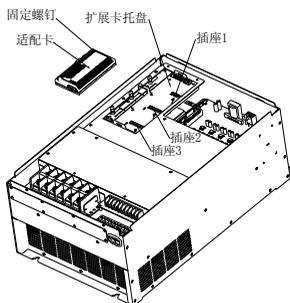

图 4-3
- ① 将适配卡按如图 4-3 所示方向水平放置，使卡上的插座对准扩展卡托盘上的插座 3，下压直至适配卡紧贴托盘并听到“嗒”的响声；
- ② 将适配卡左上角的 M3 固定螺钉锁紧。